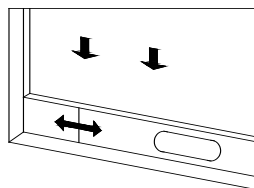
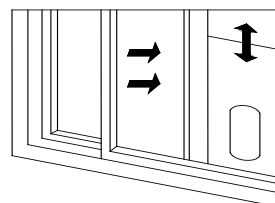

Fig. 2
Fig.3
- 1) Abra a janela até a metade e monte o conjunto da placa de vedação na janela (como mostrado na Fig. 2 e Fig. 3). Os componentes podem ser colocados na direção horizontal e vertical.